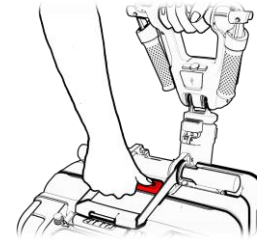

Figure 5
2. Drücken Sie den zentrale Auslöseknopf, bis er einrastet und gedrückt bleibt (siehe Abbildung 5).